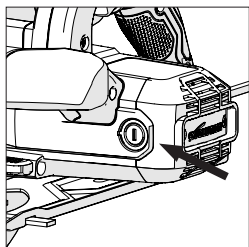

Fig. 18
- Dévissez les bouchons en plastique à l'arrière du carter moteur. (**Fig. 18**) Faites attention car les bouchons sont vissés sur ressorts.